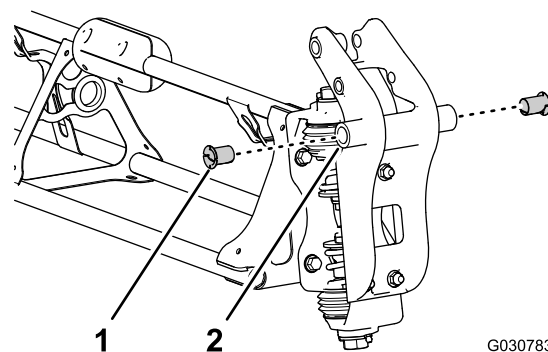

Рисунок 121
- Вставьте нейлоновые фланцевые втулки в отверстия диаметром 31,8 мм (1 1/4 дюйма) с каждой стороны крепления оси поворота (Рисунок 121).